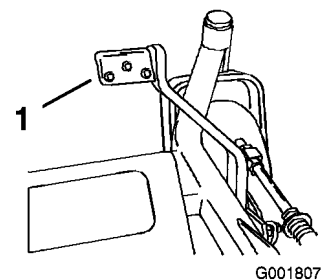

Bild 18
2. Drücken Sie den gefederten Hebel und ziehen Sie den Schnitthöhenhebel nach oben (Bild 18).